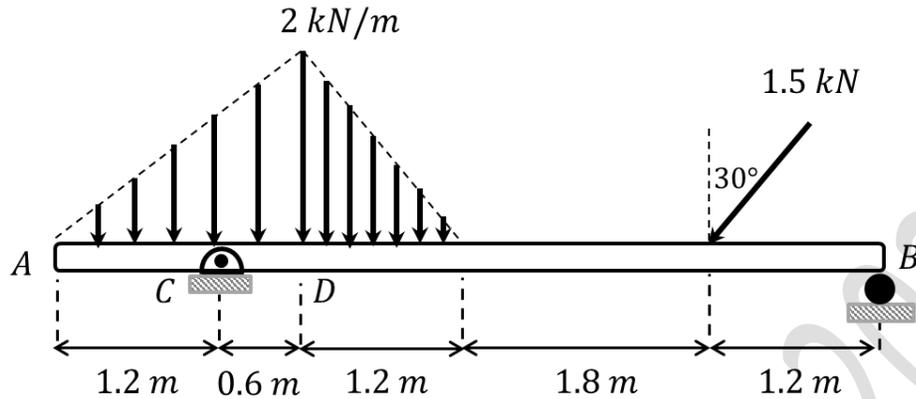

Fig. 7.9.
7.5.- Una viga de peso despreciable se carga mediante dos sistemas de fuerzas distribuidas triangulares como se muestra en la Fig. 7.9. Calcular las reacciones en el pasador A y en el soporte B